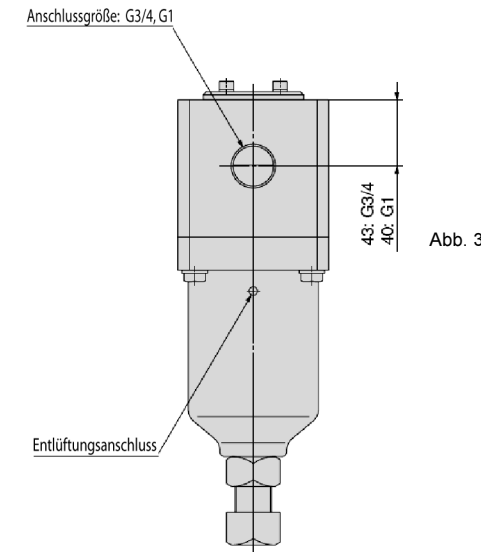

Abb. 3
- Aus dem Entlüftungsanschluss wird Druckluft abgelassen, wenn der Druck am Ausgang OUT über den Einstellwert ansteigt und die Lärmentwicklung keine Gefahr darstellen. Siehe Abb. 3.
- Zum Einstellen des Ausgangsdrucks kann die Einstellschraube im unteren Bereich des Reglers gedreht werden. Siehe Abb. 3. Zunächst die Kontermutter lösen.